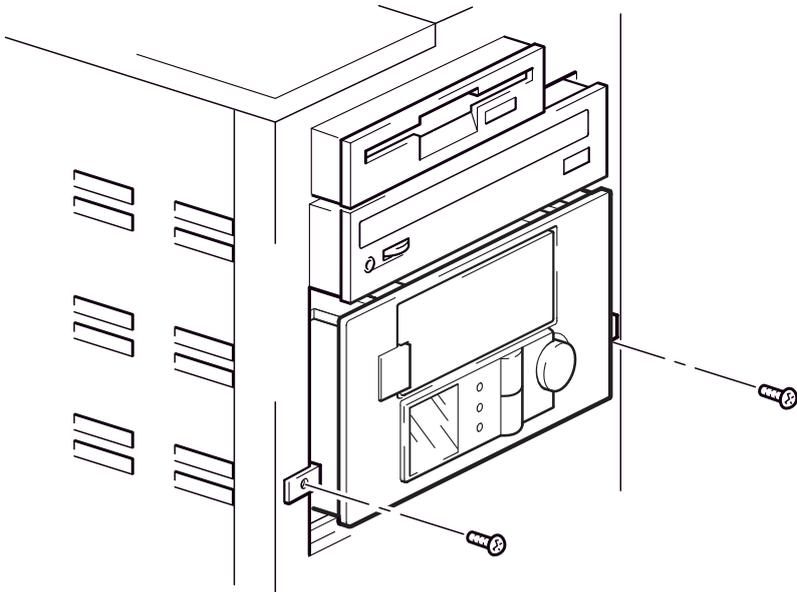

Figura 10a: fixar o autoloader no hardware de montagem
- 1 Fixe o autoloader no lugar. Para fixar o autoloader no lugar, use os parafusos removidos no “Passo 4: Preparar a baía de montagem” na página 17, como mostra a figura 10a.